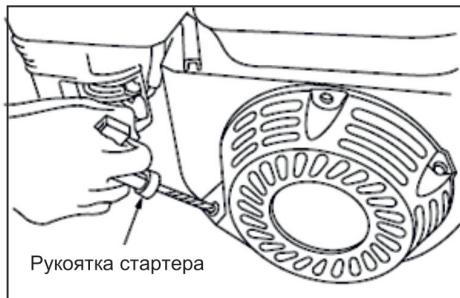

Рис. 11
5. Медленно потяните за рукоятку ручного стартера (рис. 11) до появления ощутимого сопротивления, затем резко дерните рукоятку на себя и, не отпуская, плавно верните ее в исходное положение. Если двигатель не запустился, повторите действие еще раз, пока двигатель не запуститься.